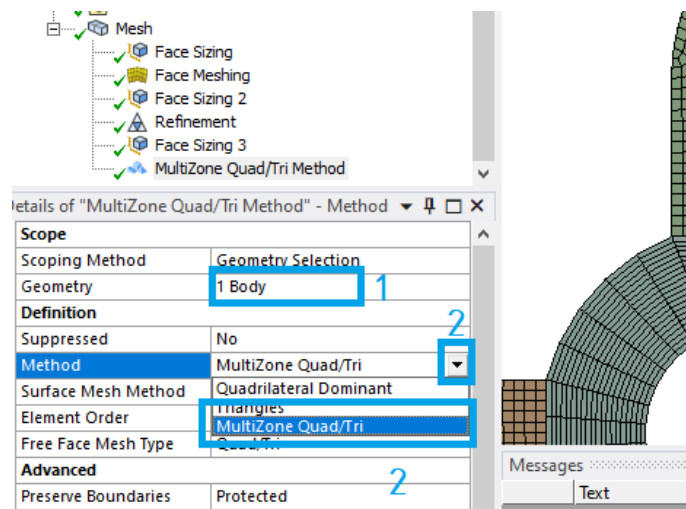

Рис. 13. Задание настроек сетки для участка № 3
- жмем ПКМ на **Mesh – Insert – Method**, выделяем участок № 3 (1) и выбираем метод (2) – **Multizone Quad/Tri** (рис. 13).